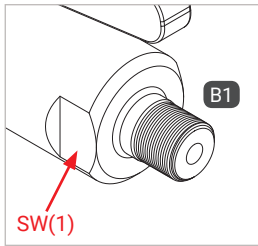

Abbildung 1
- ▶ Halten Sie beim Montieren der Medienleitung an der Schlüssel­fläche SW(1) (Abbildung 1) mit einem Gabelschlüssel gegen.
- ▶ Verschrauben Sie die Betriebsmedienzuleitung „B1“ druckdicht mit dem Anschluss der Medienleitung (Abbildung 1). Anzugsdrehmoment siehe untenstehende Tabelle.